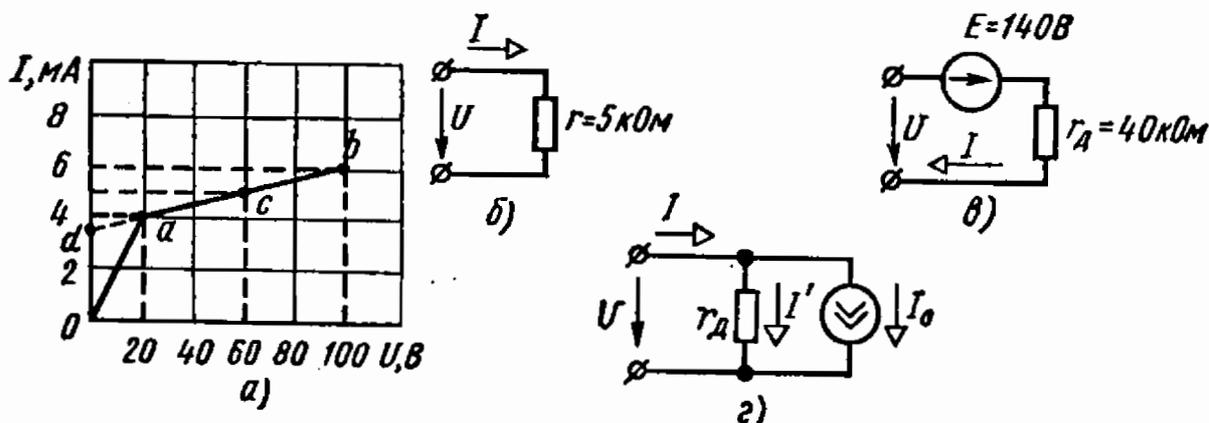

Рис. 2.8
2.8. На рис. 2.8, а приведена эквивалентная а. в. х., составленная из двух прямых, заменяющих два участка действительной а. в. х. нелинейного элемента.
Эквивалентная схема нелинейного элемента на участке Oa показана на рис. 2.8, б. Она не имеет э. д. с. фиктивного источника, так как линейная характеристика проходит через начало координат.
Эквивалентная схема нелинейного элемента на участке ab имеет э. д. с. $E = E_\phi = U_0$ фиктивного источника, совпадающую по направлению с направлением тока, так как продолжение прямой ab отсекает отрезок U_0 на отрицательной полуоси напряжения (на рис. 2.8, а не показано). Величину этого напряжения можно подсчитать по току $I_0 = I_{0d}$, измеряемому отрезком, отсекаемым продолжением прямой ab на оси токов. Значение этого тока $I_{0d} = 3,5 \text{ мА}$. Поэтому $U_0 = r_d I_{0d} = 140 \text{ В}$. Таким образом, эквивалентная схема нелинейного элемента с напряжением, изменяющимся от 20 до 100 В, состоит из э. д. с. $E = E_\phi = 140 \text{ В}$ фиктивного источника и дифференциального сопротивления r_d , равного 40 кОм (рис. 2.8, в).
Схему рис. 2.8, в составим из уравнения $I = I_0 + \frac{U}{r_d}$, откуда $r_d = \frac{\Delta U}{\Delta I} = \frac{U}{I - I_0}$.